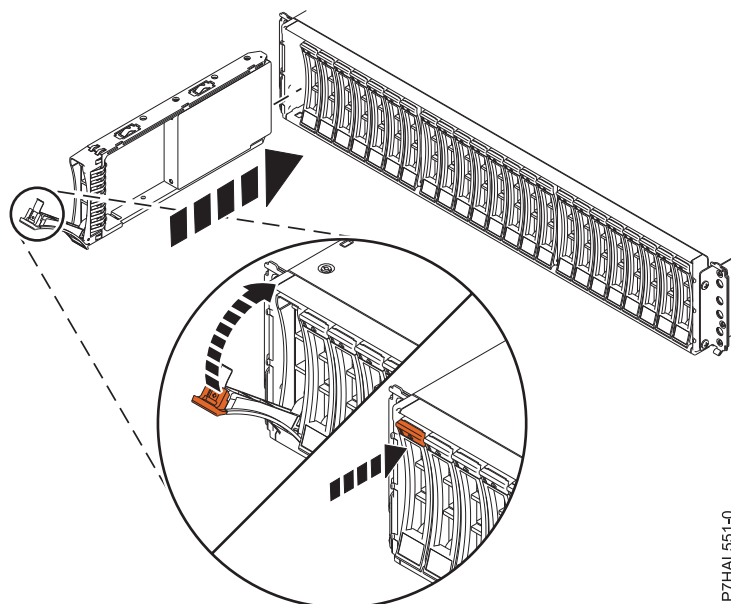

Figura 30. Instal·lació o substitució de la unitat de disc a allotjament d'unitats de disc 5887
2. Amb la nansa en posició desbloquejada, tal com es mostra a Figura 30 a la pàgina 31, aguanteu la part inferior de la unitat mentre l'alineeu amb les guies a l'allotjament.
6. Bloquegeu la unitat fent girar la nansa (A) en la direcció que es mostra a Figura 30.